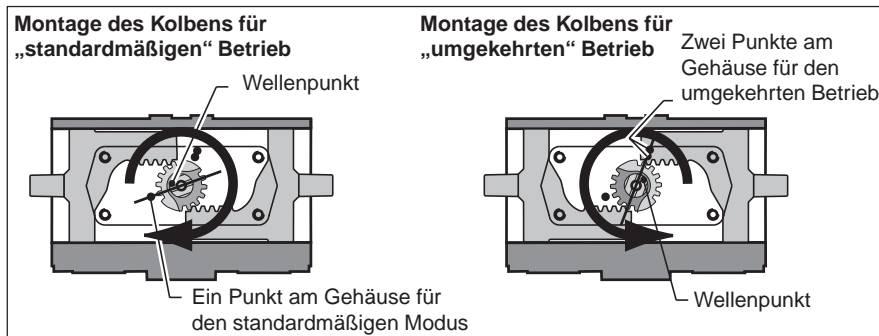

Abb. 6 Wellenjustierung
Standardmäßig wird die Welle im Uhrzeigersinn gedreht, um die Kolben aufeinander zu bewegen (Blick auf den Schlitz am oberen Teil der Welle, siehe Abb. 6).
10.3.1 Drehung im Uhrzeigersinn (Kolben bewegen sich nach innen, siehe Abb. 6)
- 7 Tragen Sie eine dünne Schicht Schmierfett auf alle Kolbennuten, das Gewinde und die O-Ringe des Kolbens (4) auf, und montieren Sie O-Ring (4) und Verschleißring (3) auf dem Kolben!
- 8 Montieren Sie den Lagerbock (10) auf der Rückseite des Kolbens!
10.3.2 Drehung im Uhrzeigersinn (Kolben bewegen sich nach innen, Abb. 6)
- 3 Schieben Sie eine geeignete HYTORK-Rückstellstange durch die Endkappe (Abb.6), und verschrauben Sie sie mit
- Für **XL 26 bis XL681** den Kolben (20)
- 7 Nach der ordnungsgemäßen Montage der Endkappen und SAFEKEYS entfernen Sie die HYTORK-Rückstellstangen und montieren die Dichtungsschrauben (28) und Dichtungen (29)!